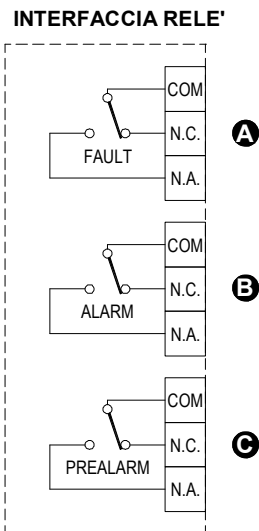

Fig. 5: Collegamenti elettrici uscite Preallarme, Allarme, e Guasto.
Le uscite di PREALLARME (C), ALLARME (B) e GUASTO (A) sono contatti in scambio liberi da tensione e possono essere utilizzate sia per pilotare carichi generici come una sirena o un lampeggiante oppure a seconda dell'impianto configurato, una elettrovalvola di intercettazione del gas. Vedere lo schema di collegamento di Fig. 5.